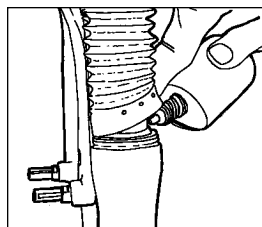

Fig. 4
- 1. Reinigen Sie die Außenflächen, den Bereich der Resi-Wischerdichtung und das obere Rohr. Geben Sie 2 bis 3 Tropfen Öl mit Teflonzusatz im Bereich der Resi-Wischer an die oberen Rohre (siehe Abb. 4).